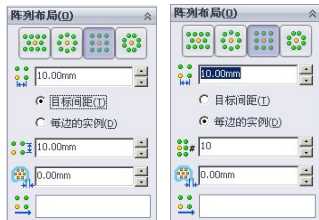

图 6-30 【方形】阵列的参数
-  **【方形】**: 生成方形阵列, 其参数如图 6-30 所示。